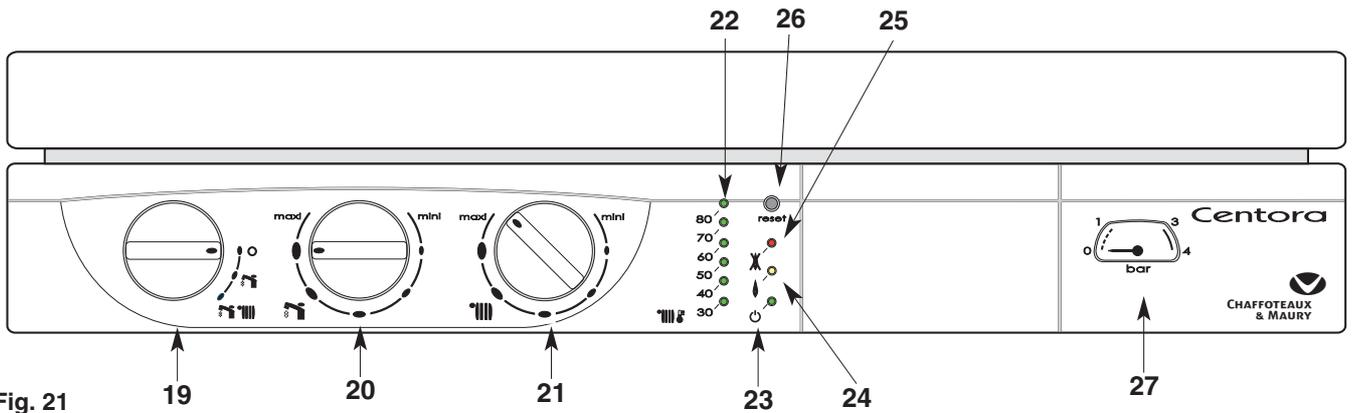

Fig. 21
Tableau de bord (fig. 21)
- Placez le commutateur **19** (fig. 21) en position
voyant vert **23** allumé ; le voyant orange **24** (fig. 21) s'allume chaque fois que le brûleur entre en fonction. Pendant un puisage sanitaire, la fonction chauffage est interrompue.
Le bouton de réglage du chauffage **21**  (fig. 21) donne la possibilité d'ajuster la température de l'eau du circuit de chauffage en fonction des besoins saisonniers.
L'indicateur **22**  (fig. 21) affiche cette température.
- Placez le commutateur **19** en position **O** le voyant vert **23** (fig. 21) reste allumé. La fonction hors gel de la chaudière reste active.
*Ne pas oublier de le rouvrir en début de saison de chauffage, lorsque l'on replace le commutateur **19** (fig. 21) en position  .*
Après vérification du circuit de ventilation (gaine, extracteur, etc...) il sera possible de réarmer la chaudière (en agissant sur le bouton 26 fig. 21), le thermostat, refroidi, aura remis le circuit et la température d'extraction des produits de combustion sera normale.